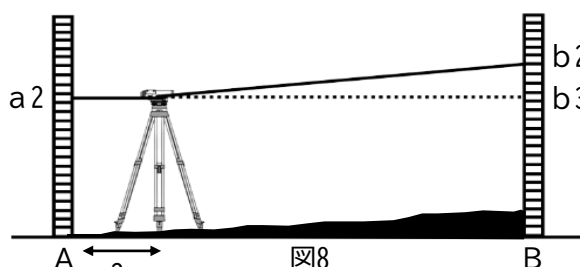

図8
- ・次に標尺Aから2m離れた場所にレベルを設置します。(図8)